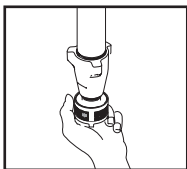

Fig. 12
5. Verificați filtrul de admisie pentru a vedea dacă nu sunt înfundate sau resturi. (Fig. 12)